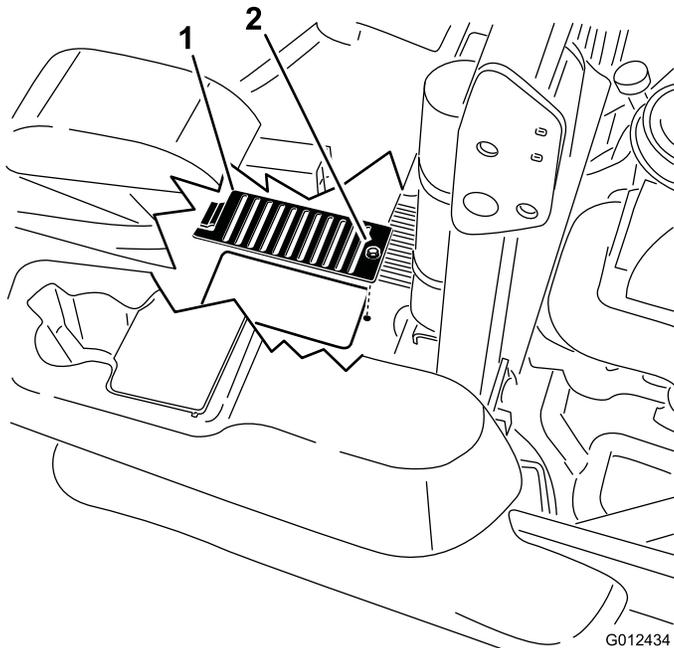

Figure 77
6. Au-dessus de chaque jauge, retirez le couvercle ainsi que le boulon fixé dessus. Nettoyez la surface autour de chaque jauge et unité hydraulique (Figure 77).